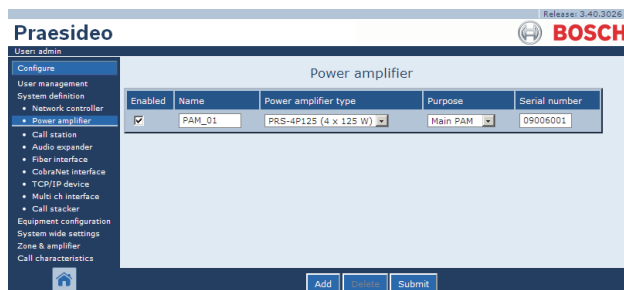

figura 43.11: Cancellazione di un amplificatore di potenza, passaggio 5
- Fare clic sul pulsante *OK* per confermare il messaggio che è apparso. Nella cornice principale dell'interfaccia web, appare una schermata simile a quella in figura 43.11. L'amplificatore di potenza cancellato non è più elencato nella tabella.